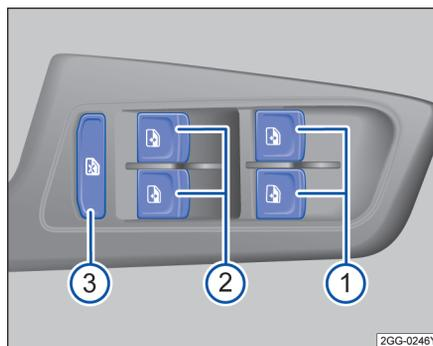

图 58 在驾驶员侧车门内：前部和后部车窗升降器的按钮
→ 图 58 的图例：
|  | 安全按钮 → 图 58 ③。停用后部车窗控制按钮。这时按钮中的黄色指示灯亮起。 |